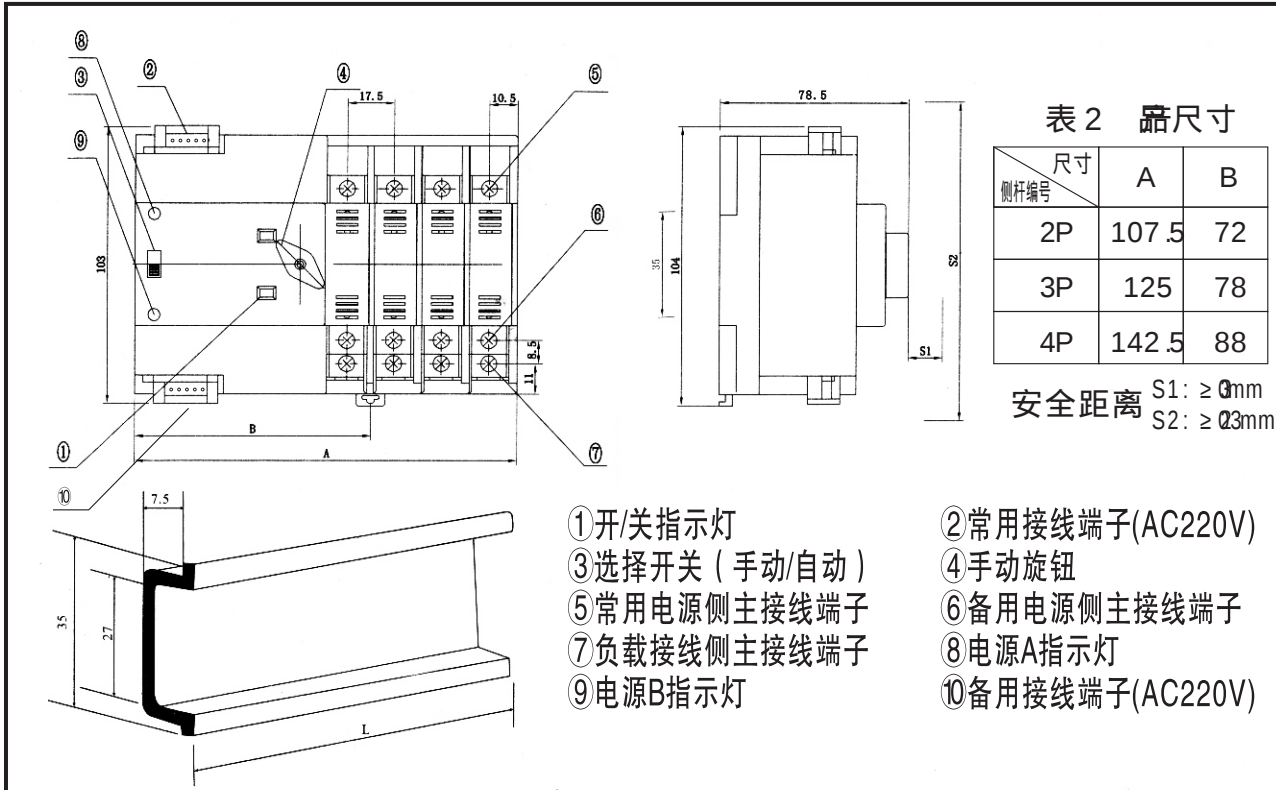

图1 外观尺寸和安装尺寸
5.1 关于ATS外观尺寸和安装尺寸见表2和图1
8.3 正确安装步骤见图。商标在产品的前面。如因线路及其他原因未能按正确步骤进行安装,请与我们联系。安全距离S1, S2应该不低于图1和图2中的标注。(详见见旁边图示)